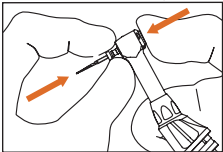

Abbildung 2
2.2.1 Einsetzen Siehe Abbildung 2.